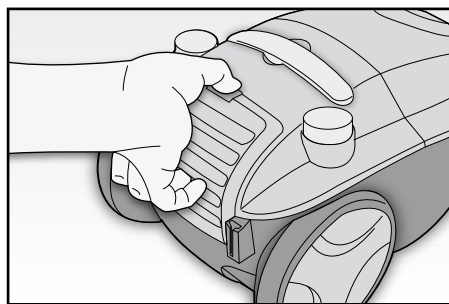

Fig. 10
- Rimuovere il coperchio del filtro di scarico agendo sull'apposita levetta (FIG. 10).